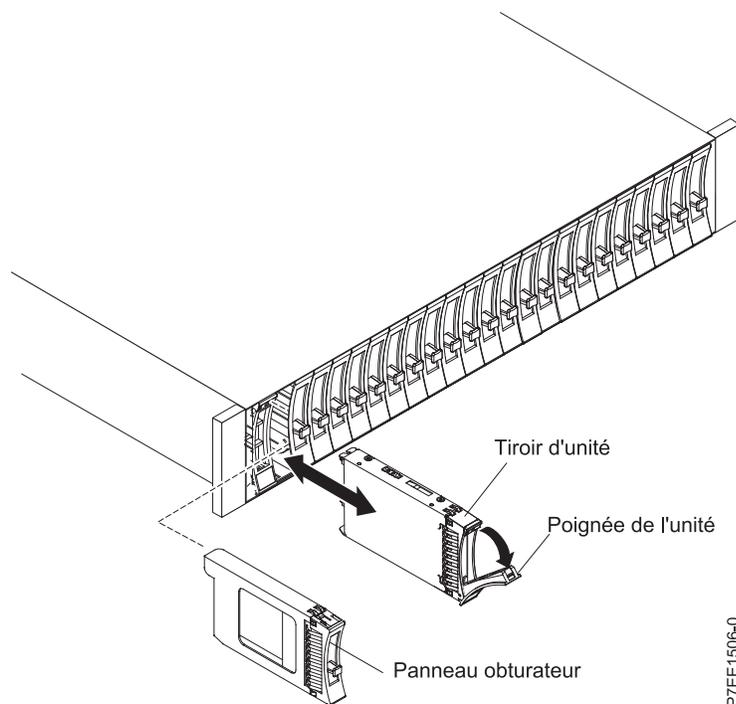

Figure 53. Retrait d'une unité du boîtier d'unité de disque 5887
4. Saisissez l'avant de l'unité et tirez pour sortir l'unité de l'emplacement, tout en soutenant la base de l'unité. Voir : figure 53.